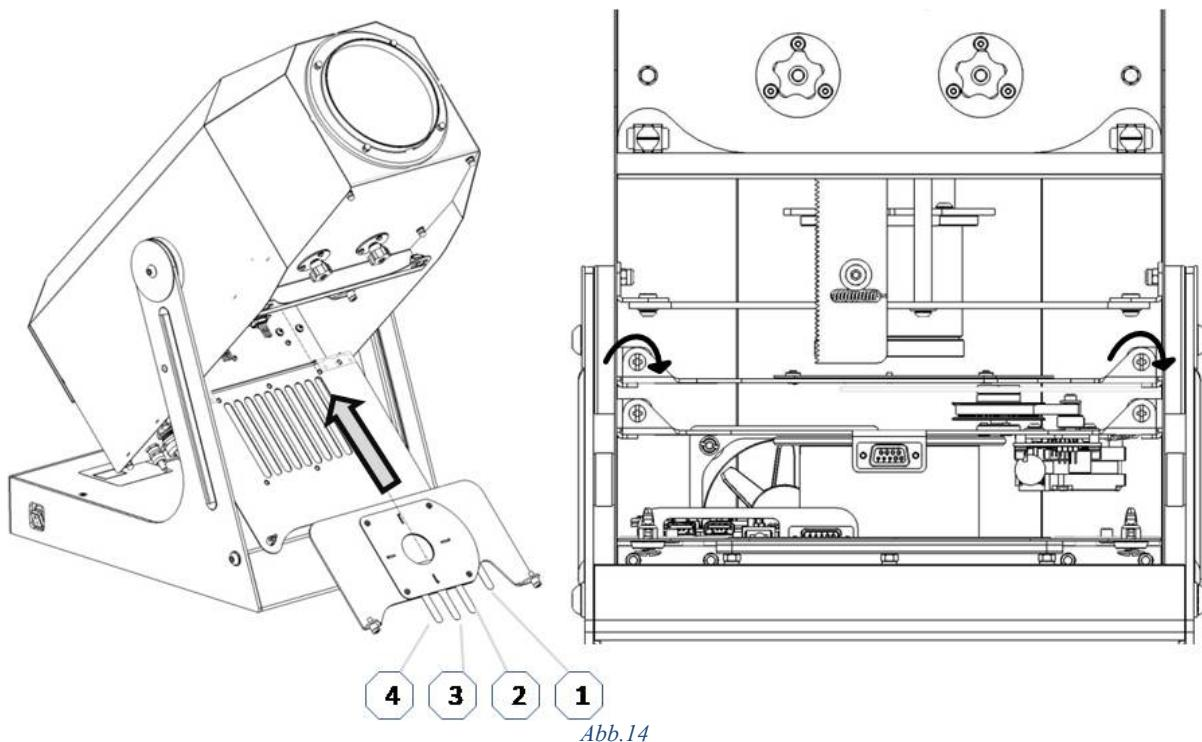

Abb.14
2. Setzen Sie die Komponente 1 wie in Abb.14 in den Projektor ein.
3. Ziehen Sie die Befestigungsschrauben des Beam Shapers an (Abb.14).